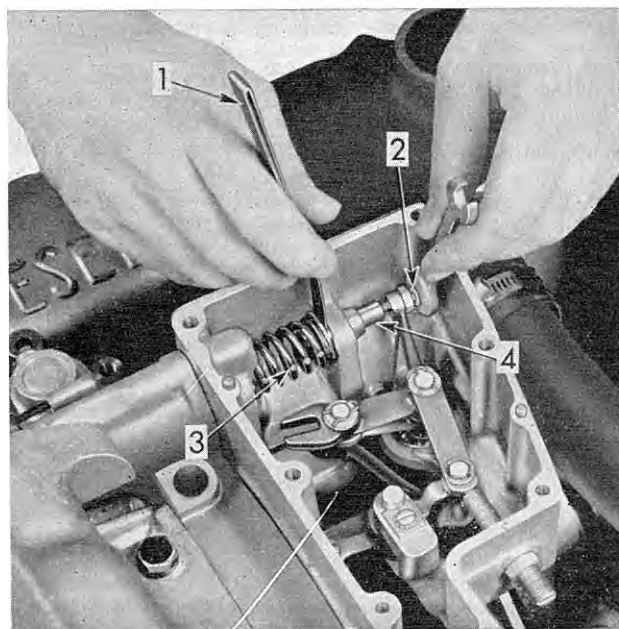

Fig. 25 - Réglage du jeu du régulateur
Moteur arrêté, régler le jeu avec la jauge de .006" (six millièmes de pouce) comme indiqué par la Fig 25 et le chapitre correspondant pour le réglage des moteurs série 71.
2. Introduire la jauge de .006" entre le plongeur du ressort et le guide du plongeur comme indiqué fig. 25. Vérifier et corriger s'il y a lieu.